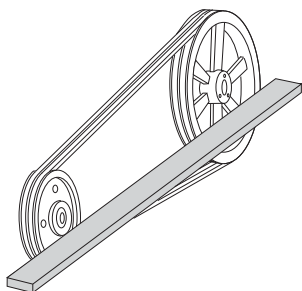

Figure 27 — Alignement de l'entraînement
2. Pour contrôler la tension, mesurer le fléchissement, voir Figure 27.